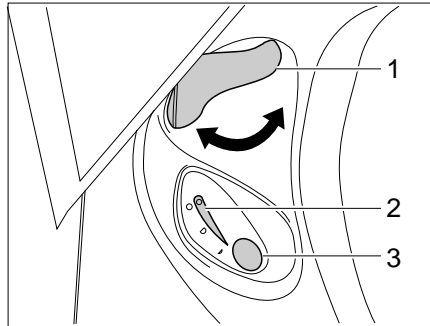

Bild 351 Bedieneinheit Thetford-Toilette
- Vor dem Spülen den Schieber der Thetford-Toilette öffnen. Dazu den Schieberhebel (Bild 351,1) entgegen dem Uhrzeigersinn drehen.
- Zum Spülen den blauen Spülknopf (Bild 351,3) drücken.
- Nach dem Spülen den Schieber schließen. Dazu den Schieberhebel (Bild 351,1) im Uhrzeigersinn drehen.
Die Kontroll-Leuchte (Bild 351,2) leuchtet, wenn die Thetford-Kassette entleert werden muss.
- Den Schieberhebel (Bild 351,1) im Uhrzeigersinn drehen. Der Schieber wird geschlossen. Zum Entleeren **muss** in der Thetford-Toilette der Schieber geschlossen sein.